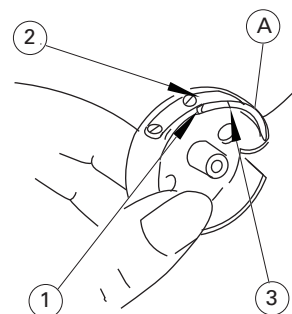

Figura 18
*Puxe a linha pela fenda '1', por baixo da mola de tensão '2' e por dentro da fenda '3', conforme figura 18.*